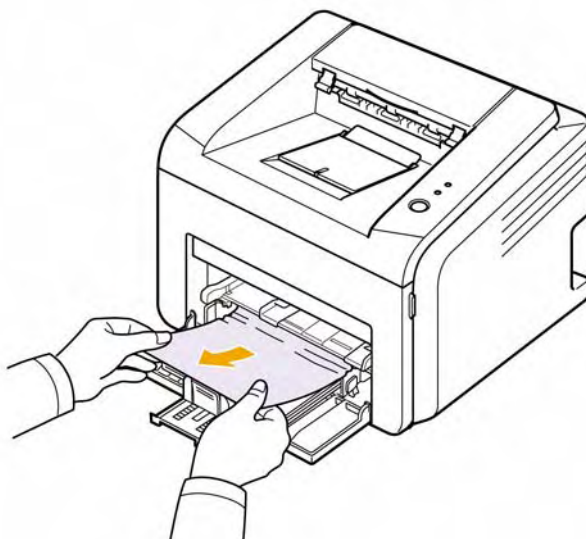

**Рисунок 3**
- Освободите застрявшую бумагу, если она захвачена нагревательным роликом, PL 3. Аккуратно вытяните застрявшую бумагу, рисунок 3.